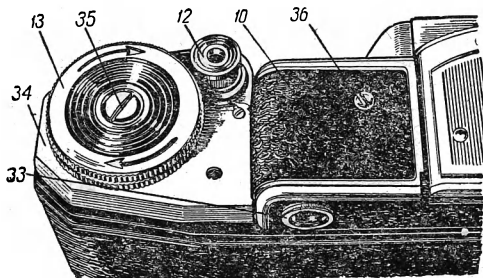

Рис. 46. Наружные детали узла перемотки и блокировки.
Пленка в аппарате транспортируется при помощи механизма перемотки (рис. 46, 47), работа которого связана с механизмом блокировки спуска.
Механизм перемотки и блокировки состоит из рукоятки перемотки 13 (рис. 46), щитка 34, фигурного уступа 37 (рис. 47, а), пружины 38, плато 39, плечика фрикциона 40, пружины 42, нижнего фрикциона 43, верхнего фрикцио-
Принцип работы механизма перемотки и блокировки сводится к следующему: вращением рукоятки перемотки 13 (рис. 46) по часовой стрелке транспортируют пленку, наматывая ее на катушку. В это же время фрикционы 43 (рис. 47, а) и 44 с пружиной, находящейся между ними, вращаются вместе с механизмом перемотки. Палец верхнего фрикциона 44 входит в отверстие на рукоятке перемотки 13 (рис. 46). Нижний фрикцион 43 (рис. 47, а) имеет два выступа и два плечика (рис. 47, б)
Во время завода рукоятки 13 (рис. 46) вращается верхний фрикцион 44 (рис. 47, а), который вращает нижний фрикцион 43, а он своим выступом 40 захватывает отгиб рычага 46 и тянет его за собой. Рычаг 46
трольная красная метка фигурного уступа 37 появится в отверстии щитка 34 (рис. 46) и механизм окажется в положении «на взводе». При этом рычаг 46 (рис. 47, *а*) выходит из прорези основания спусковой кнопки 12 и открывает блокировку, т. е. спусковая кнопка 12 и спусковая пластина 47 (рис. 47, *а*, *в*), на которую она надета, могут беспрепятственно перемещаться.
Неисправности механизма. 1. Наиболее частой причиной неисправности механизма перемотки и блокировки является загрязнение и коррозия деталей, вызванная попаданием влаги. Если рычаг 46 (рис. 47, а) плохо поворачивается на своей оси, механизм блокировки выходит из строя. В этом случае нужно частично разобрать механизм, почистить рычаги, смазать оси и трущиеся поверхности. Последовательность разборки: отвинчивают винт 35 (рис. 46), снимают рукоятку перемотки 13, отвинчивают верхний и боковой крепежные винты и снимают защитный щиток 34. Сборка производится в обратном порядке.
4. Отломалась головка винта 35 (рис. 46), которым крепится рукоятка 13.
Прежде всего нужно извлечь ту часть винта, которая осталась в оси перемотки 45 (рис. 47, а). Остаток винта высверливают или ось 45 распиливают посередине лобзиком на глубину 1—2 мм и в образовавшийся в винте шлиц вставляют отвертку и винт вывинчивают. После этого головку 13 (рис. 46) крепят новым винтом.
Нужно снять рукоятку 13 (рис. 46) и вынуть ось перемотки 45 (рис. 47, а). На оси есть пружина тормоза, не допускающая вращения рукоятки против часовой стрелки. Один конец пружины отогнут и находится в отверстии втулки оси перемотки. Если ось вынимается с трудом, можно приложить некоторое усилие. Ось вынимается вниз в сторону перекладины.